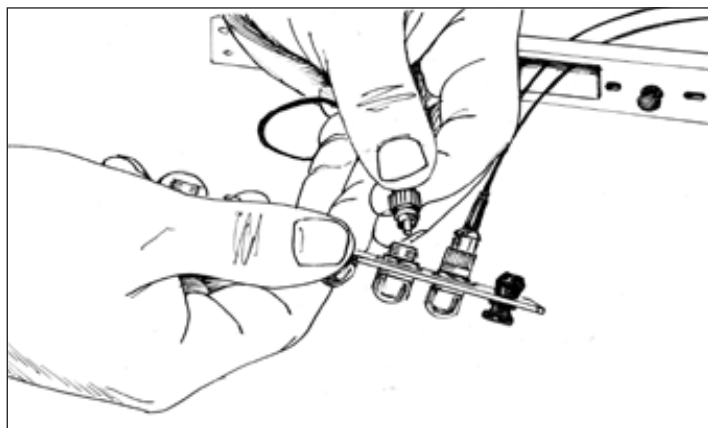

Рис. 3.11. Установка коннекторов
3.1.10. Готовые коннекторы с «pigtail» пропускают через отверстие, где была установлена планка. Устанавливают коннекторы в адаптеры (Рис. 3.11). Далее закрепляют планку к шкафу (Рис. 3.12).